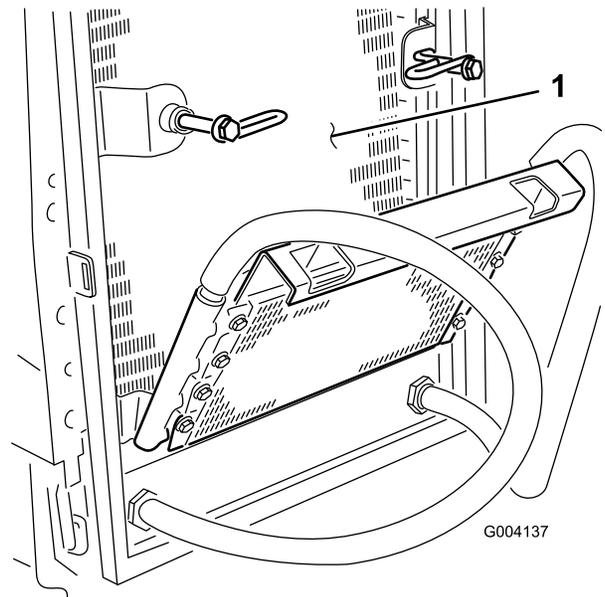

Рисунок 62
- Тщательно очистите обе стороны маслоохладителя и радиатора (Рисунок 62) сжатым воздухом.